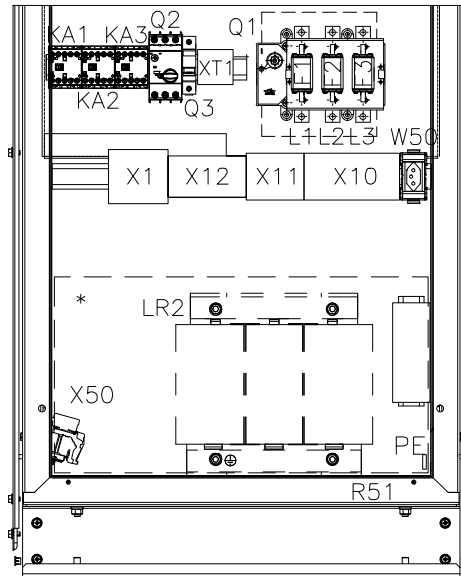

Figura 4.16: Conexões dos cabos de potência e aterramento
- A conexão do AFW11 à rede elétrica deve ser feita diretamente nos terminais L1, L2, L3 do disjuntor/seccionadora Q1 (Fase R/S/T) e na Barra Terra (aterramento da estrutura - PE) conforme Figura 4.16 na página 118.